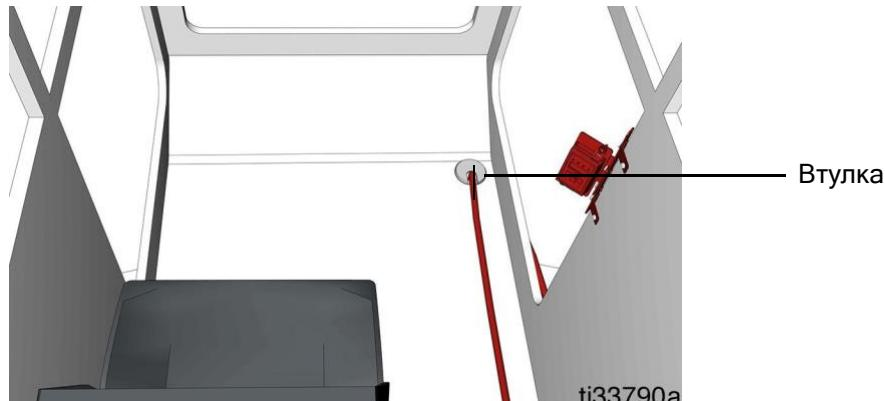

Рис. 14
- Проложите кабель электропитания от насоса через корпус машины и под кабиной, чтобы на него не воздействовали внешние факторы и чтобы его было легче завести в кабину (РИС. В случае установки бесконтактного переключателя и контроллера проложите кабель бесконтактного переключателя по той же траектории, что и кабель питания (Рис. 14).
- Заведите кабель электропитания в кабину через резиновую втулку, которая находится под напольным ковриком (Рис. 14).